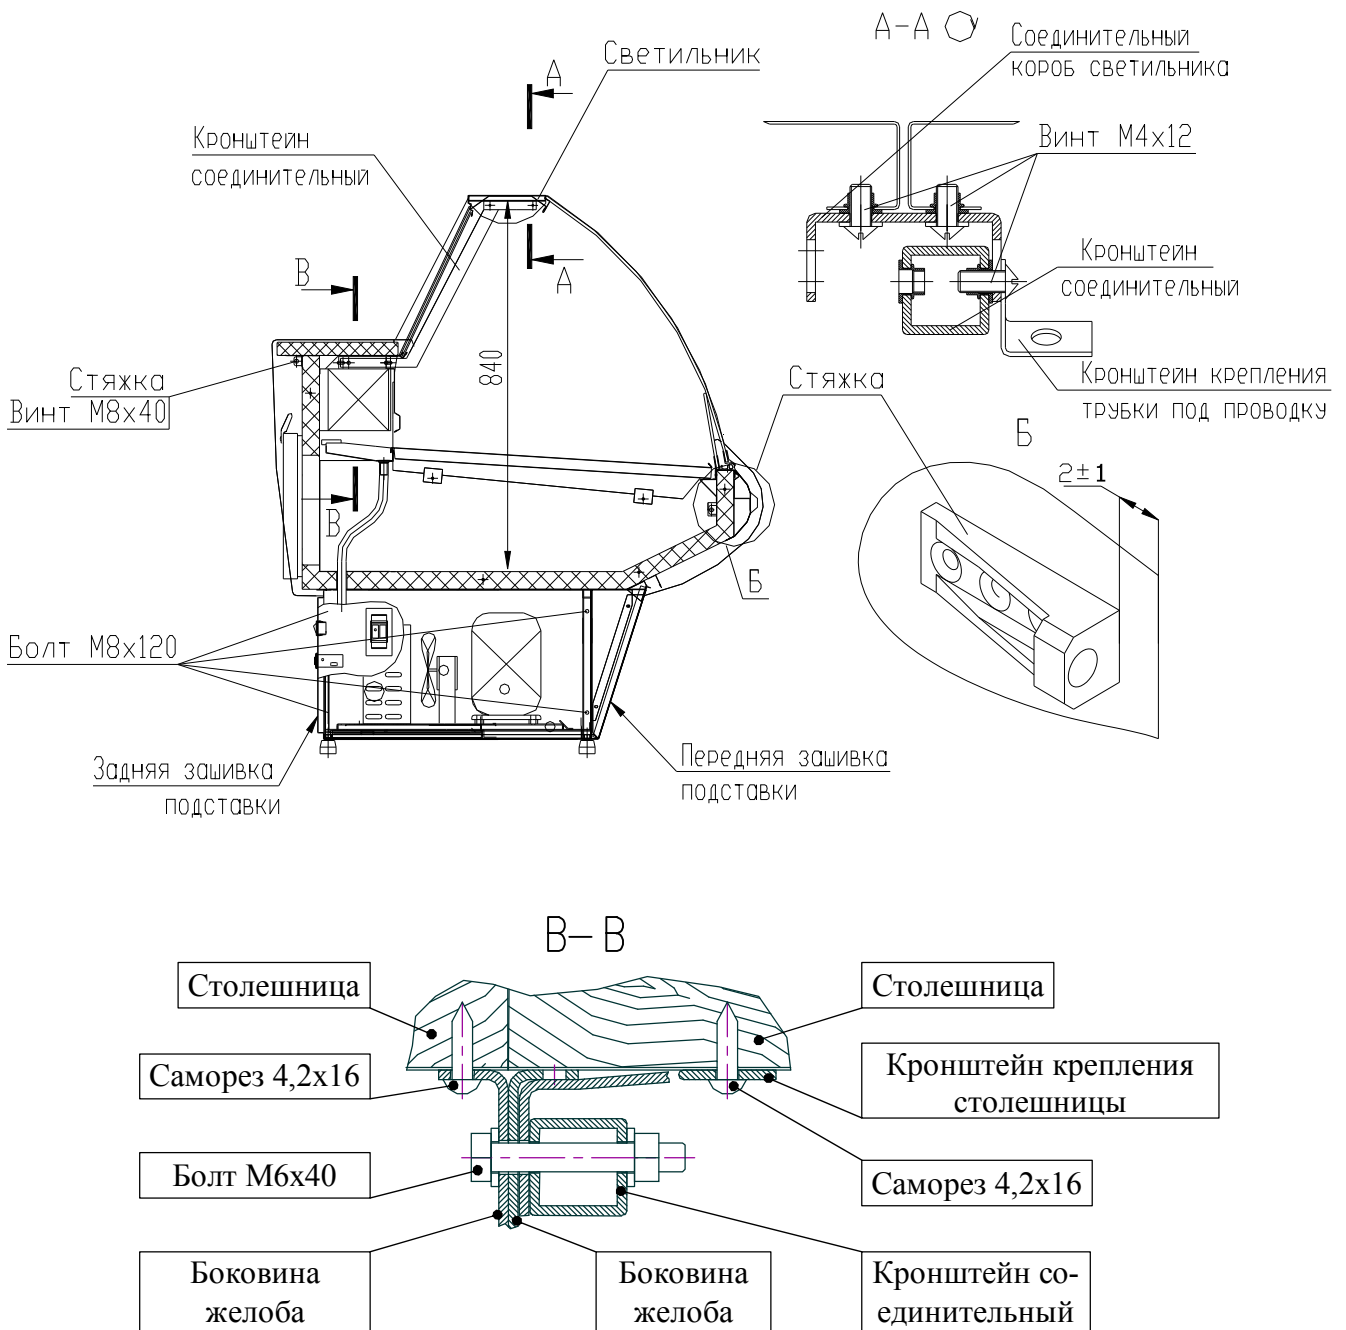

Рис. 4 Схема монтажа в линию
Для соединения холодильных витрин (далее витрин) в линию необходимо (см. рис. 4):
- 2). Для крепления боковин желоба (см. рис. 4) к ванне необходимо заменить верхние саморезы 4.2x16 на саморезы 5x40.
- 3). Установить в указанных местах на ваннах (см. рис. 4) стяжки, применяя саморезы 5x40 со стороны отверстия под болт и саморезы 4.2x16 с противоположной стороны стяжки, предварительно засверлив отверстия Ø2 в пенозаливной ванне для захода самореза 5x40.
- 7). При помощи двух болтов М6х40 установить соединительный кронштейн, соединив вместе боковины желоба обеих витрин и кронштейн крепления столешницы, с левой стороны (см. рис. 4 разрез В-В), т.к. с правой стороны находится датчик терморпары.
- 8). Монтаж светильников начинать с левой стороны линии. Для монтажа на левом светильнике установить соединительный короб с правой стороны и зафиксировать винтами М4х12. Установить боковое стекло и смонтировать подсобранный светильник, зафиксировав винтами М4х12 соединительный короб к верхней полке кронштейна (см. рис. 4, сечение А-А). При соединении в линию более двух витрин подборку светильников повторить.
- 9). Установить светильник сопрягаемой витрины, фиксируя винтами М4х12 к соединительному коробу, согласно рис. 4.